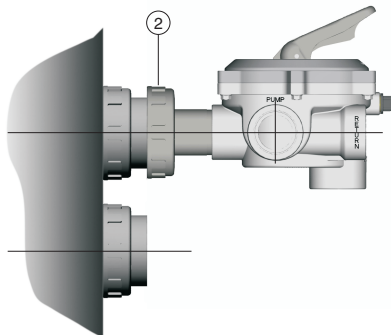

Fig. 2
2. Das Ventil mit der Mutter (2) auf den oberen Filteranschluss leicht aufschrauben, so dass das Ventil auf der Achse der Mutter verdreht werden kann, s. Abb. 2. Sicherstellen, dass der O-Ring (4) im Dichtungssitz anliegt, bevor die Mutter (2) festgezogen wird.
1. Roscar o colarinho (1) directamente na válvula seletora e na boca marcada com TOP colocando a junta plana de fundo (3) e intercalando a porca (2) de acordo com a figura (1). Apertar bem o colarinho (1) para garantir uma perfeita estanqueidade.
2. Unir a válvula à saída superior do filtro, roscando suavemente a porca (2), de forma a que a válvula possa girar sobre o eixo de porca, de acordo com a fig. 2. Certifique-se de ter colocado a junta tórica (4) no seu lugar, antes de apertar a porca (2).